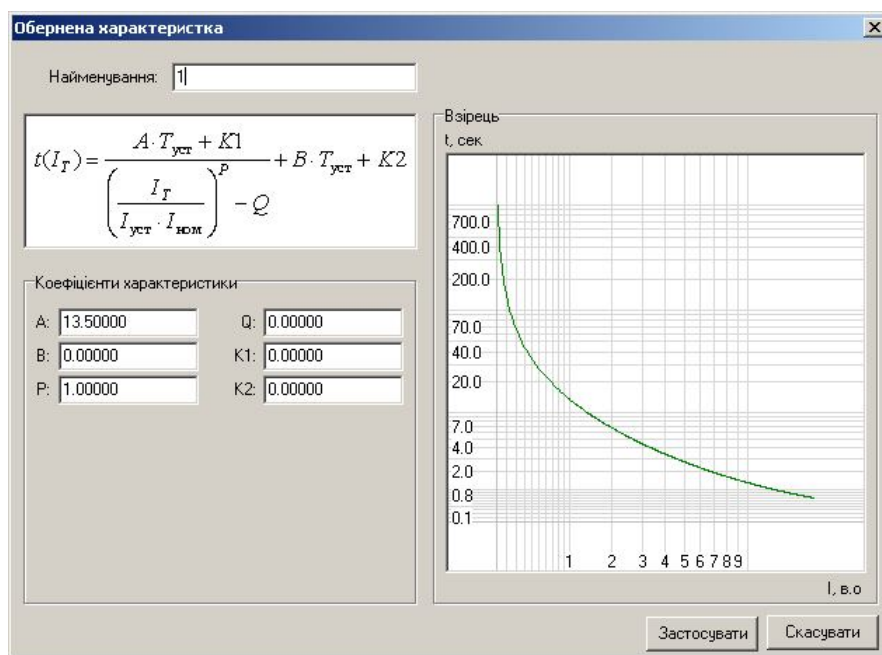

Рис. 5.7. Обернена характеристика
В цьому вікні наведені всі можливі типові характеристики струмових захистів. Для вибору потрібної характеристики необхідно її відмітити у списку та натиснути кнопку "Застосувати". Всі характеристики умовно розділені на групи. Перша група типових характеристик ("Обернена", "I²T", "Таблична") та особлива характеристика ("MP3C (III)") вимагає задання додаткової інформації. А характеристики "Незалежна", "IEC Normal Inverse", "IEC Very Inverse", "IEC Extremely Inverse", "MP3C (I)", "MP3C (II)", "PT-80 (MP3C-05M)" – не потребують задання додаткової інформації, вони є визначені жорстко. Якщо вибраний тип характеристики "Обернена", то з'являється вікно (рис. 5.7)
Передбачена можливість користувачу задавати характеристики з фіксованими значеннями коефіцієнтів, які формуються на основі формули оберненої характеристики (рис. 5.7). Це характеристика "IEC Normal Inverse" ($A = 0.14$; $B = 0$; $P = 0.02$; $Q = 1$; $K1 = 0$; $K2 = 0$), "IEC Very Inverse" ($A = 13.5$; $B = 0$; $P = 1$; $Q = 1$; $K1 = 0$; $K2 = 0$), "IEC Extremely Inverse" ($A = 80$; $B = 0$; $P = 2$; $Q = 1$; $K1 = 0$; $K2 = 0$).